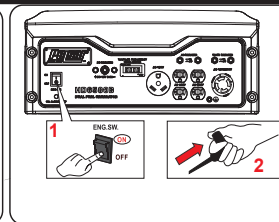

Fig 11 Recoil Start
- Empuje el interruptor ON / OFF a la posición "ON". Jale el mango de retroceso (cable de arranque) lentamente hasta sentir resistencia, regrese y luego jale rápidamente. (fig 11)